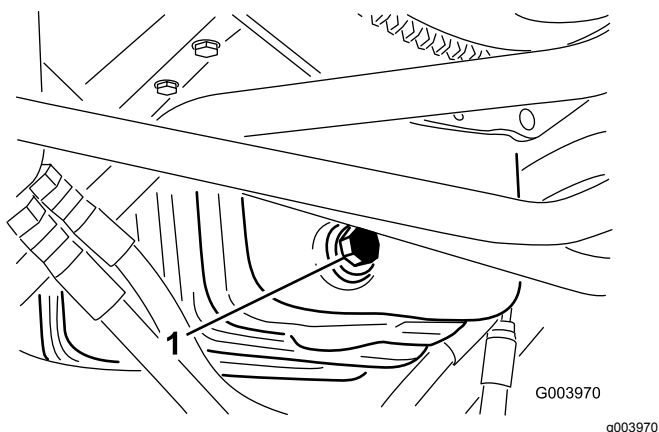

Figura 50
1. Retire o tampão de escoamento (Figura 50) e deixe o óleo escorrer para um recipiente adequado.